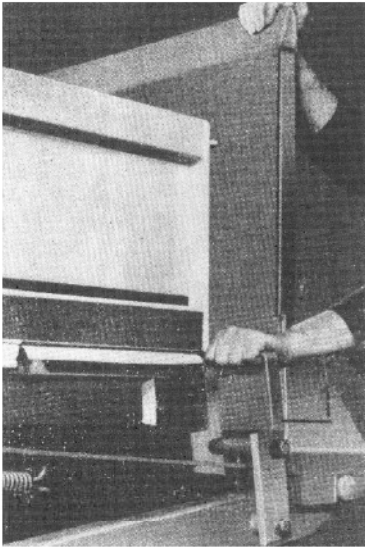

Bild 86. Abklappen der Ladeplattform
2. Die senkrecht stehende Ladeplattform wird durch nach vorn Drücken des Sicherungshakens (Bild 86/1) entriegelt und in die waagerechte Stellung gebracht.